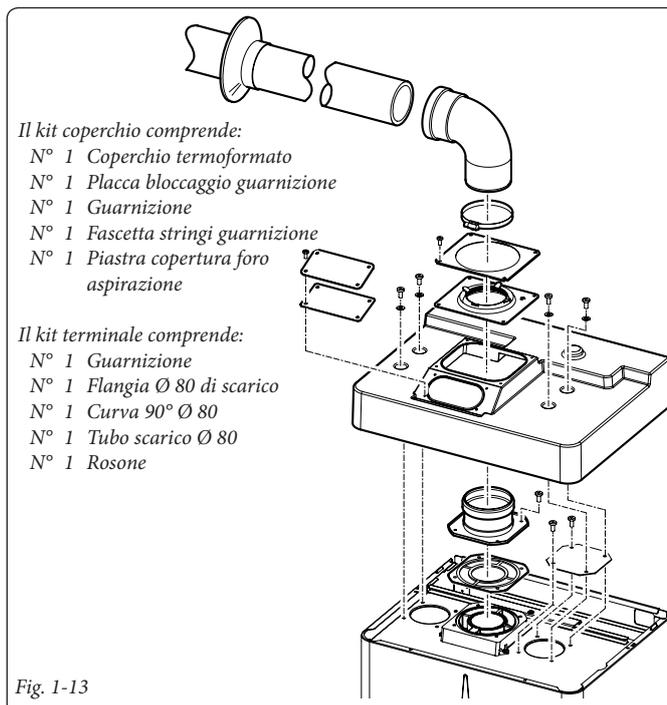

Fig. 1-13
- **Montaggio kit copertura (Fig. 1-13).** Smontare dai fori laterali rispetto a quello centrale i due tappi e le guarnizioni presenti, quindi coprire il foro di aspirazione destro con l'apposita piastra fissandola sul lato sinistro con 2 delle viti in dotazione. Installare la flangia Ø 80 di scarico sul foro più interno della caldaia interponendo la guarnizione presente nel kit e serrare con le viti in dotazione. Installare la copertura superiore fissandola con 4 viti presenti nel kit interponendo le relative guarnizioni. Innestare la curva 90° Ø 80 con lato maschio (liscio), nel lato femmina (con guarnizioni a labbro) della flangia Ø 80 sino a portarla in battuta, infilare la guarnizione facendola scorrere lungo la curva, fissarla tramite la piastra in lamiera e stringere mediante la fascetta presente nel kit facendo attenzione a fermare le 4 linguette della guarnizione. Innestare il tubo di scarico